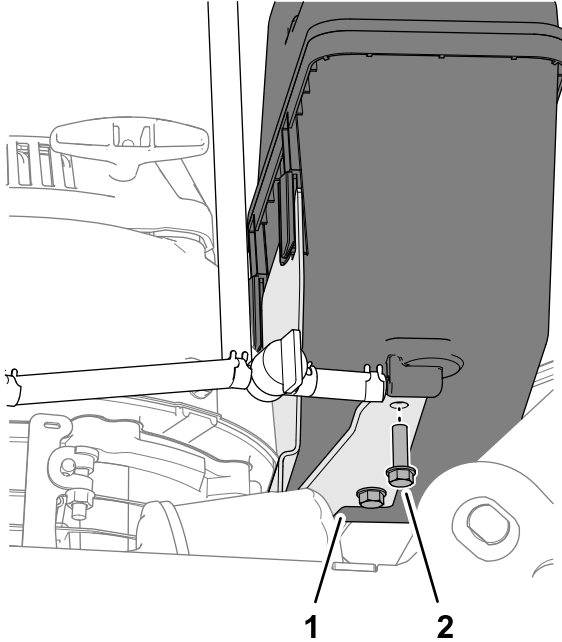

Figura 37
1. Retire los 2 pernos con arandela prensada que sujetan el depósito de combustible al soporte de montaje del depósito (Figura 37).